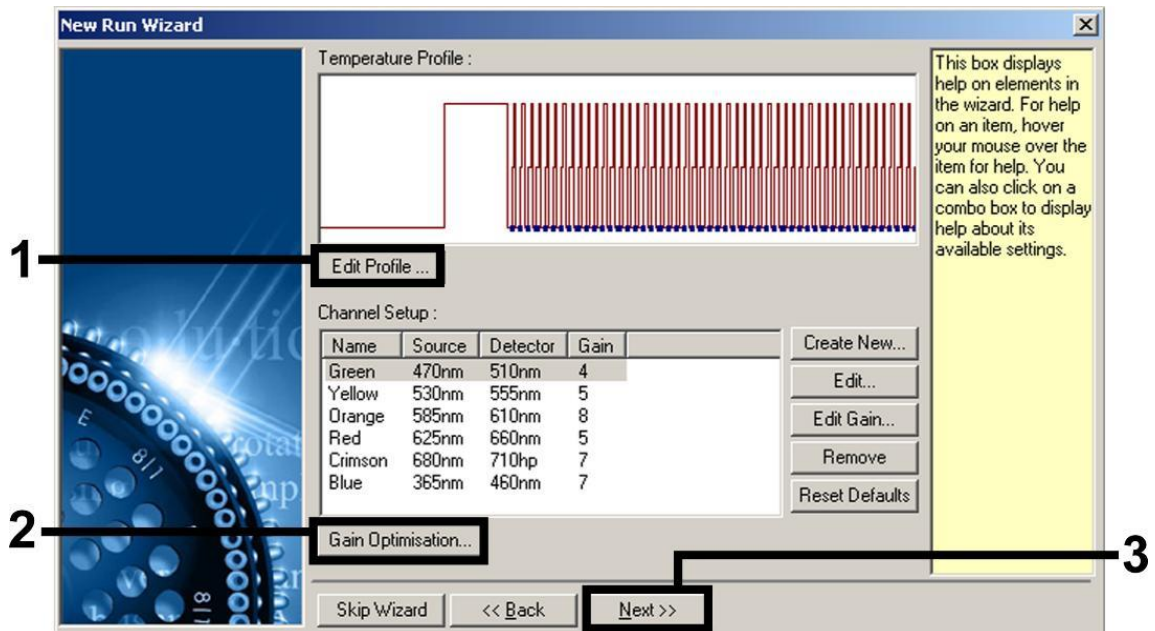

Figura 6. Edición del perfil.
8. Haga clic en el botón "Edit Profile" (Editar perfil) en el siguiente cuadro de diálogo "New Run Wizard" (figura 6) y programe el perfil de temperatura tal como se muestra en las figuras 6-9.
9. **El intervalo de detección de los canales de fluorescencia debe determinarse según las intensidades de fluorescencia de los tubos de PCR. Haga clic en "Gain Optimisation" (Optimización de ganancia) en el cuadro de diálogo "New Run Wizard" (consulte la figura 6) para abrir el cuadro de diálogo "Auto-Gain Optimisation Setup" (Configuración de la optimización de ganancia automática). Configure la temperatura de calibración en 50 para que coincida**